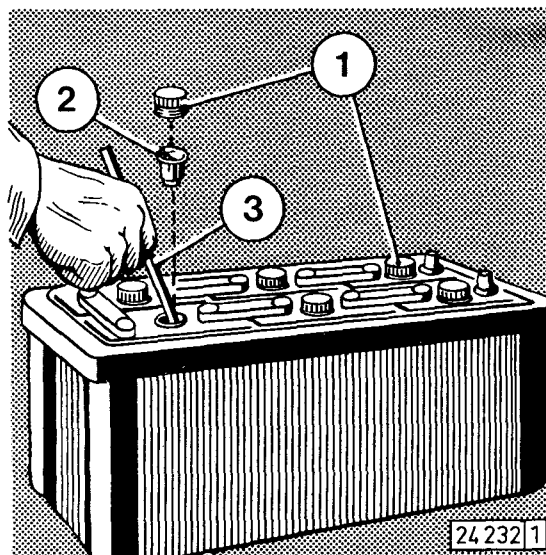

Fig. 42
- Verschlußkappen 1 (Fig. 42) entfernen.